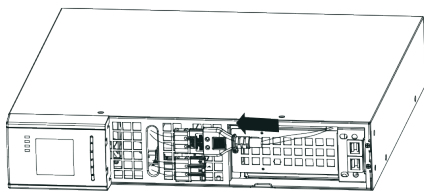

Рисунок 6. Подключение внутренних аккумуляторных батарей ИБП
- b. Подключите разъем внутренней аккумуляторной батареи (см. Рис. 6). Подключите красный вывод к красному, плотно соедините разъем, чтобы обеспечить соответствующее соединение.